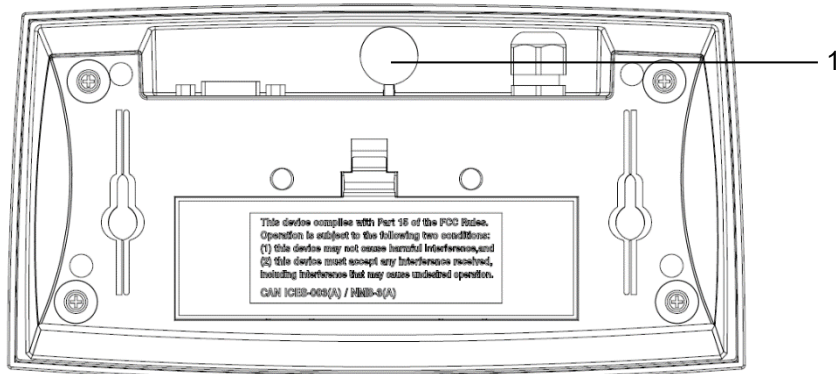

図 5-2 C7000 紙封印
- 封印紙: 図 5-2 のように皿ネジに封印紙を貼り付けます。